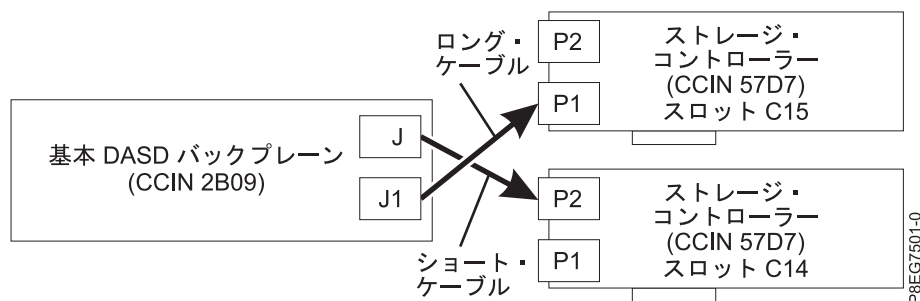

図 8. 分割ディスク構成での SAS ケーブルの再接続
- 短い SAS ケーブルは、上部のディスク・ドライブ・バックプレーン・コネクタ (J2) からスロット P1-C14 にあるアダプターの P2 コネクタに接続されています。長い SAS ケーブルは、下部のディスク・ドライブ・バックプレーン・コネクタ (J1) からスロット P1-C15 にあるアダプターの P1 コネクタに接続されています。図 8 を参照してください。